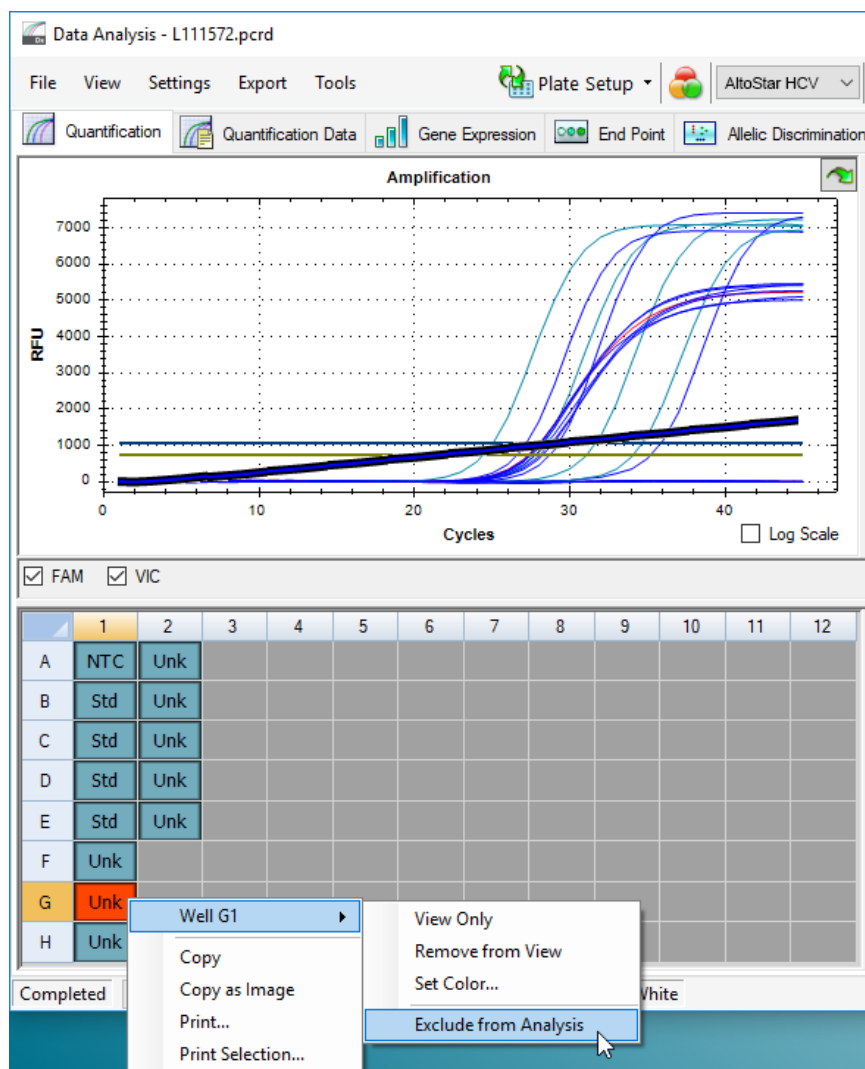

Figura 7: Janela Data Analysis (Análise de Dados): excluir poço da análise
- Com o botão direito do rato, clique em cada poço afetado e selecione **Well...** → **Exclude from Analysis** (Poço... → Excluir da Análise) (consulte a figura 7).